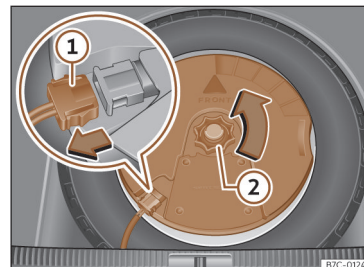

Fig. 234 Na bagageira: desmontar o subwoofer.
- Desligue o cabo do altifalante *subwoofer* »» Fig. 234 ①.
- Rode a rodinha de fixação no sentido contrário ao dos ponteiros do relógio»» Fig. 234 ②.